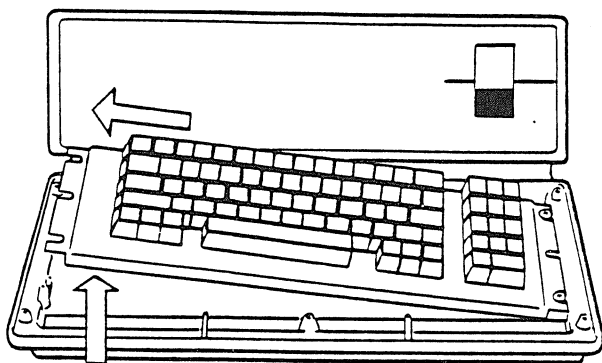

FIGURE 10
8. Retirer le clavier en soulevant l'extrémité gauche et en glissant l'extrémité droite du dessous des vis desserrées. (Voir la figure 10).